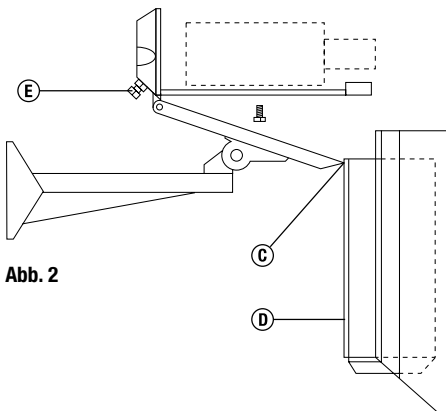

Abb. 2
3. Schieben Sie das Gehäuse ohne Rückwanddeckel nach vorn und lösen Sie dabei die interne Schutzleiterverbindung. Das Gehäuse hängt nun frei nach unten. Zum Entfernen des Gehäuses müssen Sie die Führungszapfen (C) durch Verschieben des Gehäuses aus den Führungsnuten (D) aushaken (Abb. 2).
4. Schieben Sie die Anschlusskabel durch die Verschraubungen (E) (Abb. 2).
6. Befestigen Sie die Kamera auf dem Kamerarast. Verwenden Sie dazu aus den mitgelieferten Schrauben und Isolierscheiben die für Ihre Kamera passenden Größen (Abb. 2).
7. Um das Kamerarastgehäuse zu schließen, schieben Sie das Gehäuse über die Kamera. Stellen Sie die interne Schutzleiterverbindung wieder her und verschrauben Sie den Rückwanddeckel mit den zwei Schrauben (B). Fixieren Sie das Gehäuse durch Festziehen der Schraube (A) und schieben Sie das Sonnenschutzdach in die gewünschte Position.